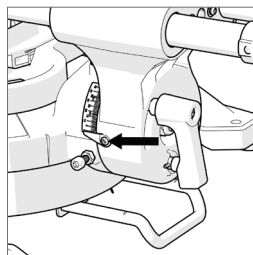

Fig. 15
- Allentare la vite dell'indicatore dell'angolo di inclinazione mediante un cacciavite a croce n. 2. (Fig. 15)